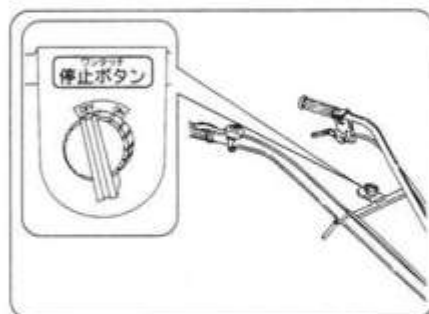

図12
- ③ 停止スイッチを「OFF」位置にしてください。エンジンが停止します。(図12)